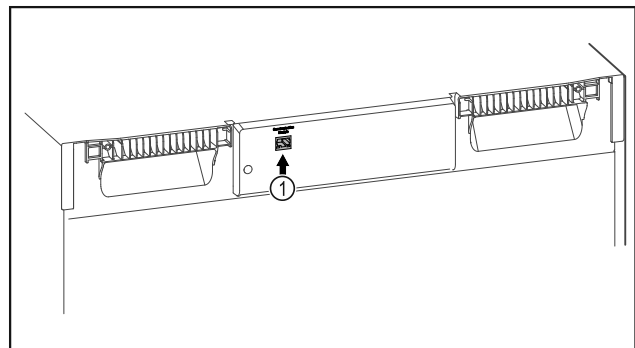

Fig. 95
- Το SmartModule Fig. 95 (1) χρησιμοποιείται.